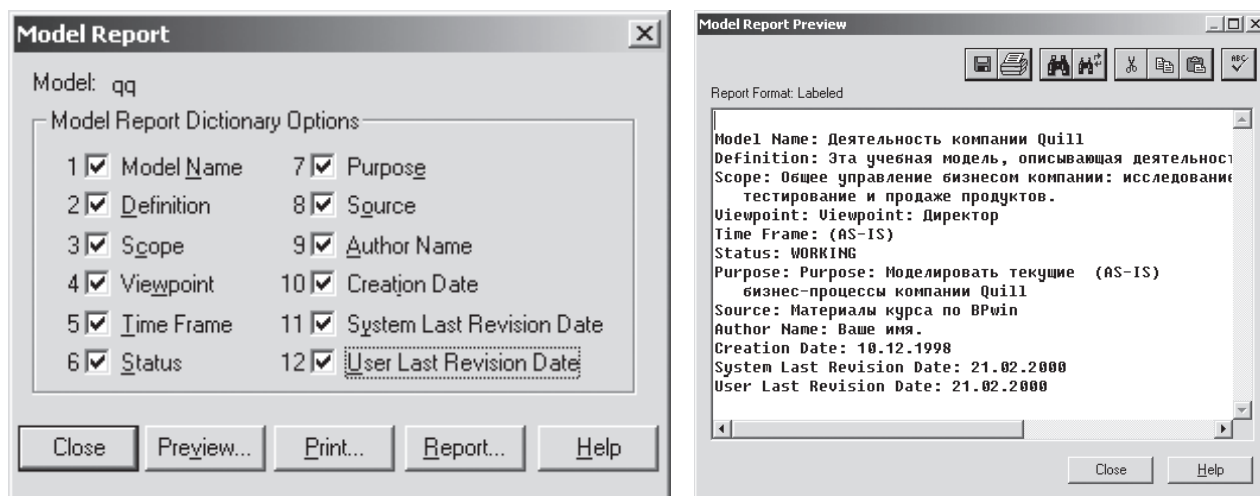

Рис. 1.2. Отчет ModelReport
20. Создайте отчет по модели. Меню Tools/Reports/Model Report... (на рис. 1.2 представлены закладка установок отчета и сам отчет.)